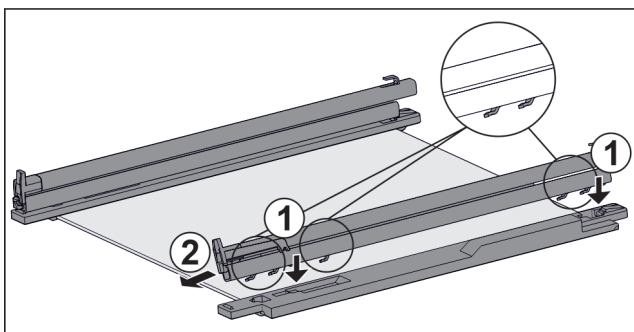

Fig. 38 Скляна пластина з рейками та деталями для підтримки
- ▶ Одягти гаки рейки на отвори **лівої** деталі для підтримки. Fig. 38 (1)
- ▶ Потягніть рейку вперед. Fig. 38 (2)
- ▶ Одягти гаки рейки на отвори **правої** деталі для підтримки. Fig. 38 (1)